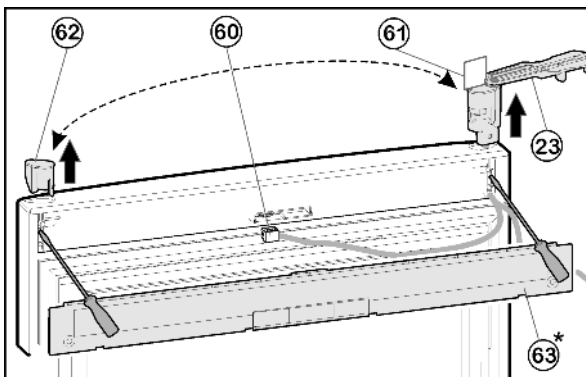

Fig. 11
- ▶ С помощью отвёртки выведете из зацепления крышку *Fig. 11 (63)* на дверце.
- ▶ Отсоедините разъем *Fig. 11 (60)*.
- ▶ На верхней дверце поверните опорный кронштейн *Fig. 11 (23)* наружу параллельно краю дверцы.
- ▶ При помощи отвертки вытолкните опорный кронштейн *Fig. 11 (23)* снизу и снимите с двери вместе с кабелем.
- ▶ Извлеките пробку *Fig. 11 (62)* снизу при помощи отвертки и вставьте на другой стороне.
- ▶ Проденьте кабель опорного кронштейна *Fig. 11 (23)* на противоположной стороне и установите опорный кронштейн.
- ▶ Снимите шаблон *Fig. 11 (61)* и закрепите на опорном кронштейне.
- ▶ Вставьте разъем *Fig. 11 (60)*.
- ▶ Зафиксируйте крышку *Fig. 11 (63)* на дверце.